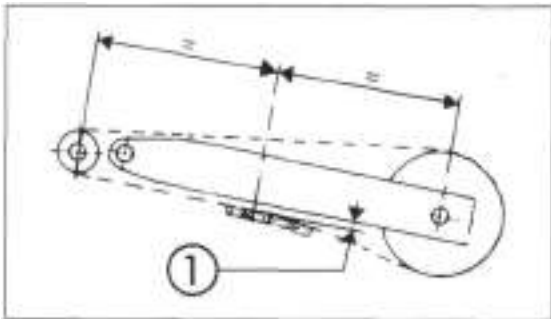

Bild 37
- Kettendurchhang bei senkrechtem Motorrad ohne Fahrer messen. Kette **muss** unten mittig zwischen den Kettenrädern 38 mm (M 600/750) bzw. 20 - 30 mm (M 900) Abstand von Schwinge haben (Bild 37).